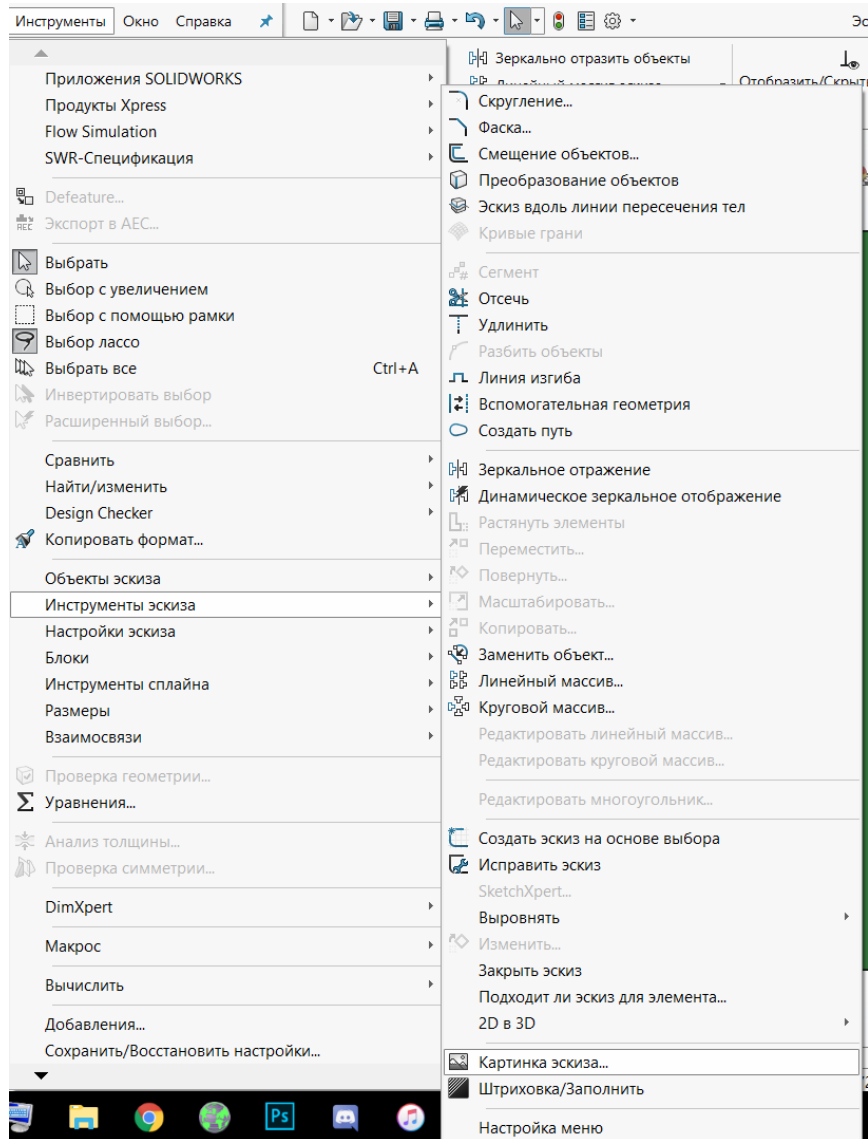

Рисунок 1 – выбор картинки эскиза
1. Открыть файл BOARD.sldprt. Выбрать вид спереди (Ctrl+1) и войти в режим эскиза. Нажать **Инструменты – Инструменты эскиза – Картинка эскиза** (рис. 1). В открывшемся окне выбрать файл Sketch Drawing.png.